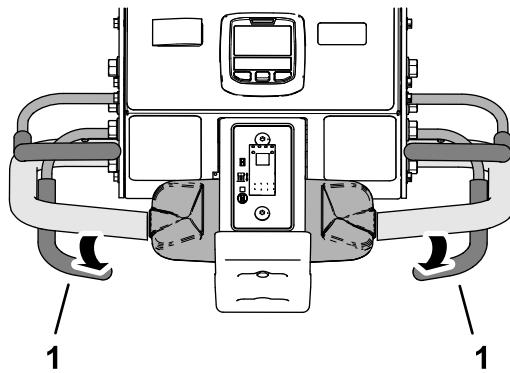

Рисунок 95
- Отпустите штангу аэрации (Рисунок 95).